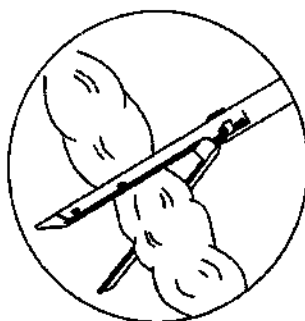

Рис. 8
3. Отрегулируйте регулировки величины зазора скоб и приложите степлер к ткани, подлежащей рассечению (как показано на Рис. 8).